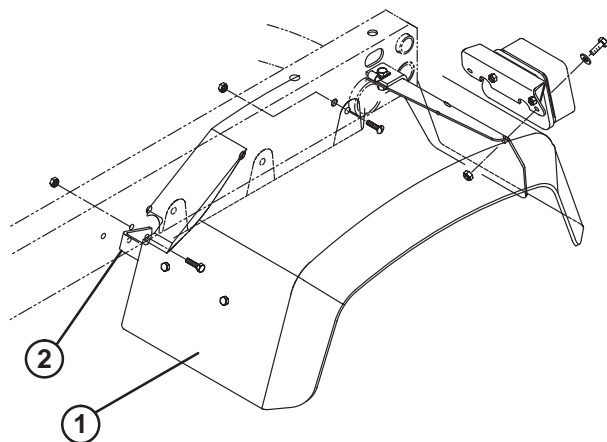

Figure 2
4. Sur le côté gauche, retirez (2) vis d'assemblage, rondelles et écrous de fixation du support de feu de position arrière à la plaque de feu de position arrière (Fig. 2).